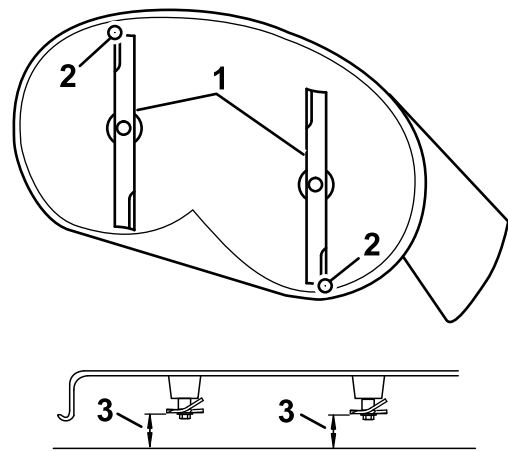

Bild 64
4. Drehen Sie die Messer vorsichtig, sodass sie in Längsrichtung zeigen (Bild 64).
5. Messen Sie zwischen der Messerspitze vorne und hinten und der ebenen Fläche (Bild 64).